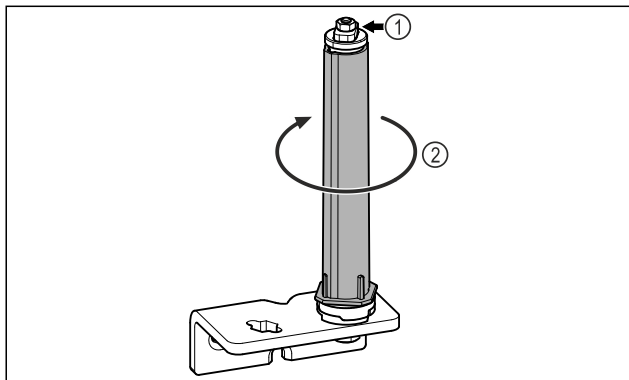

Fig. 21
- ▶ Ne szedje szét az ajtózáró rendszert Fig. 21 (1).
- ▶ Forgassa el a zárórendszert Fig. 21 (2), amíg az be nem kattann.